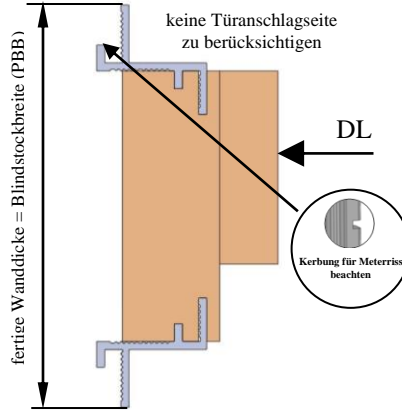

**Bild 1:**
### **Kontrolle des entsprechenden Querschnitts und Übereinstimmung der Wanddicke mit Blindstockbreite nach Bild 1.**
Der PB für späteren Einbau DANA „plano Zarge“ bzw. „plano REVERSO“ muss nach **Bild 1** eingebaut werden.
(siehe Bild1).
**ACHTUNG: spätere Türanschlagseite beachten!!! (siehe Bild 1)**